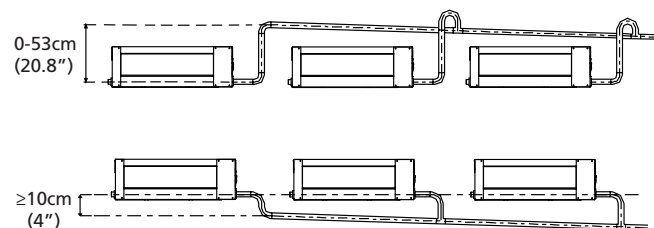

Abb. 6.4
**HINWEIS:** Wenn Sie mehrere Abflussrohre anschließen, installieren Sie die Rohre wie in Abb. 6.4.